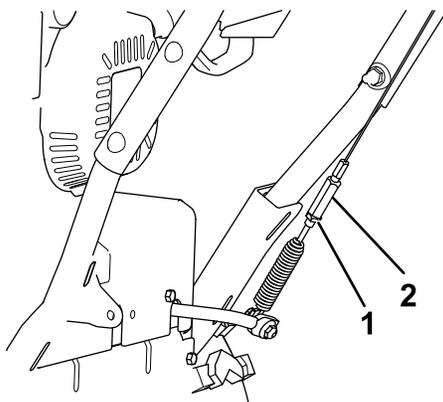

Figure 27
5. Desserrez l'écrou de blocage (Figure 27).
6. Desserrez ou serrez le tendeur pour régler la tension du câble (Figure 27).